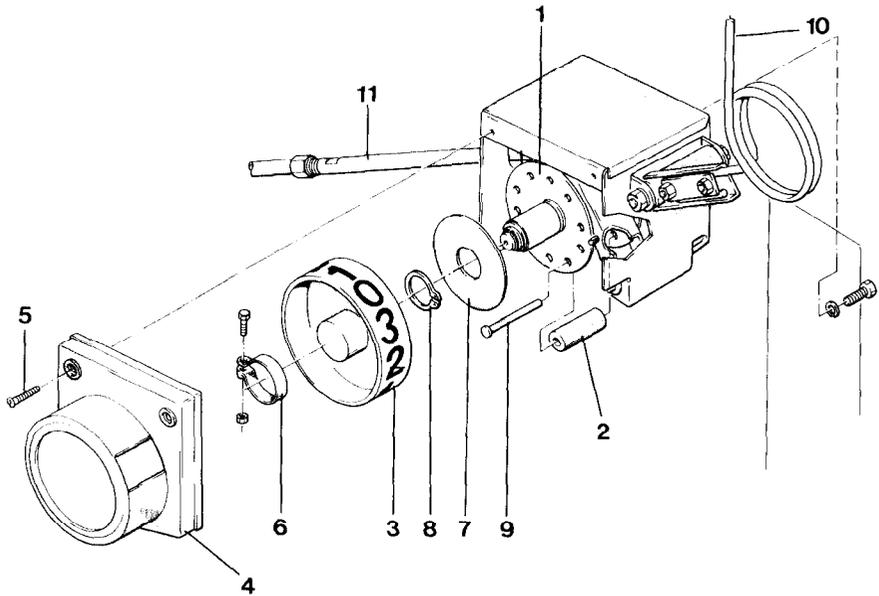

Fig. 63
Un disque crénelé (fig. 63/1) à l'intérieur du boîtier programmeur commande la fréquence de jalonnage.
Le jalonnage à 2-, 3-, 4- ou 6- passages est assuré par le même disque crénelé. Pour transformer la programmation du boîtier programmeur, il suffit de changer de position (ou de compléter) les galets de manœuvre (fig. 63/2) comme indiqué à la fin de ce paragraphe. Des disques crénelés correspondants à tous les autres programmes de jalonnage peuvent être fournis.
La roue programmatrice de jalonnage (fig. 63/1) est identique pour 2, 3, 4 et 6 passages. Si l'on veut modifier le programme de jalonnage, il suffit de déplacer et/ou de compléter les galets de manœuvre (fig. 63/2) sur la roue programmatrice (fig. 63/1).
Pour une programme de jalonnage à 5, 7, 8 et 9 passages, il faut, en cas de modification, remplacer la roue programmatrice en place (fig. 63/1) par une roue programmatrice correspondant au jalonnage souhaité.
Pour chaque changement de programme de jalonnage, il est indispensable de remplacer aussi l'autocollant chiffré sur la roue indicatrice de sélection de jalonnage (fig. 63/3).
Il suffit uniquement de modifier la position des galets de manœuvre (fig. 63/2) et/ou de les compléter. Cette opération peut aussi se réaliser lorsque le boîtier programmeur est fixé sur le semoir. Procéder comme suit:
- Retirer le capot de protection (fig. 63/4) après avoir desserré les 2 vis à tête (fig. 63/5).
- Desserrer le collier (fig. 63/6) et le retirer avec la roue indicatrice de sélection de jalonnage.
- Retirer la rondelle d'arrêt (fig. 63/7) après avoir enlevé le circlip 24x1,2 (fig. 63/8).
- Les galets de manœuvre (fig. 63/2) à rotation libre peuvent être déplacés en suivant les schémas de la fig. 64. Pour cela, retirer les axes (fig. 63/9).
- Remettre en place la rondelle d'arrêt (fig. 63/7) et le circlip (fig. 63/8).
- Coller sur la roue indicatrice de sélection de jalonnage (fig. 63/3) le nouvel autocollant chiffré (fig. 65) et fixer la roue à la roue programmatrice de jalonnage au moyen du collier de serrage (fig. 63/6).
- Actionner plusieurs fois de manière répétée le boîtier programmeur à l'aide du ressort de commande (fig. 63/10) jusqu'à ce que le manchon de serrage soit tiré et maintenu par un galet de manœuvre (fig. 63/2). Maintenir le capot de protection (fig. 63/4) contre le boîtier programmeur et tourner en même temps la roue indicatrice de sélection de jalonnage (fig. 63/3) jusqu'à ce que le chiffre «0» s'affiche dans la lucarne de lecture du capot de protection.
- Serrer fortement en position la roue indicatrice de sélection de jalonnage (fig. 63/3) au moyen du collier de serrage (fig. 63/6) et remettre en place le capot de protection (fig. 63/4).
- Faire fonctionner le boîtier programmeur en actionnant le ressort de commande (fig. 63/10) jusqu'à ce que la roue indicatrice de sélection de jalonnage (fig. 63/3) ait effectué au moins trois révolutions complètes et vérifier en même temps le fonctionnement correct du boîtier programmeur, c'est-à-dire, que le manchon de serrage (fig. 63/11) est tiré chaque fois que le chiffre «0» s'affiche.